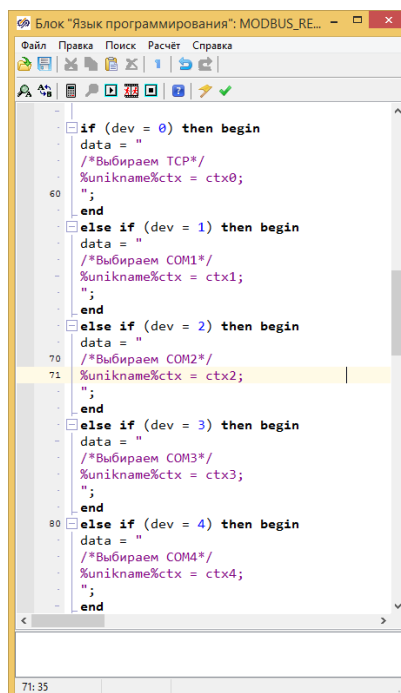

Рисунок 22
- Рассмотрим свойство с именем “**DEV**” в зависимости от целочисленного значения свойства для генерации СИ-кода будут определяться текстовые поля **data** содержащие разный СИ-код. Код на скриптовом языке будет выглядеть следующим образом см. Рис. 22.